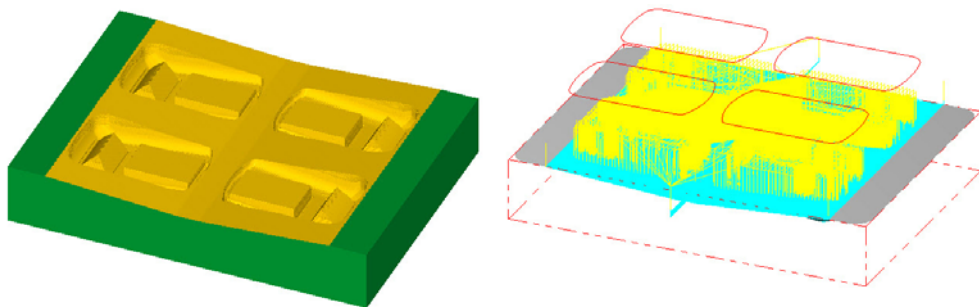

图 10-197 充电器外壳曲面加工
5. 使用曲面加工方式加工图 10-197 所示的充电器外壳并显示刀具路径。